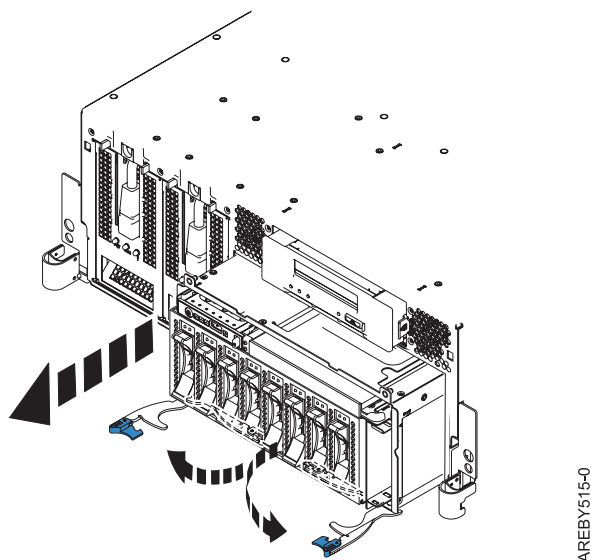
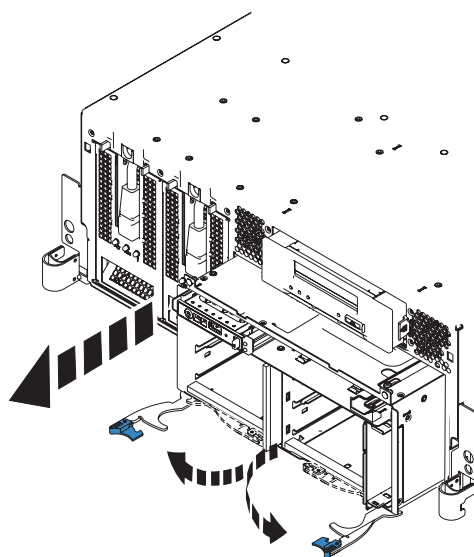

Figura 8. Extracción de la placa posterior de la unidad de disco llena
Figura 9. Extraer la placa posterior de la unidad de disco vacía
14. Desbloquee la placa posterior de la unidad de disco abriendo las asas hacia afuera de la placa como se indica en la Figura 8 y la Figura 9.